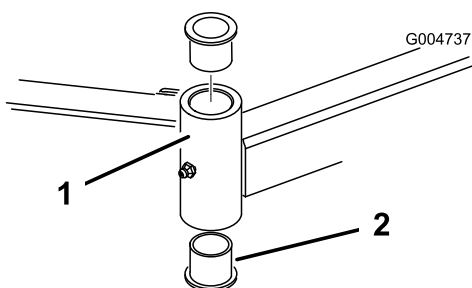

Figure 88
4. Insérez un chasse-goupille dans le haut ou le bas du tube de montage et chassez la bague hors du tube (Figure 88). Chassez ensuite l'autre bague. Nettoyez l'intérieur des tubes de montage.